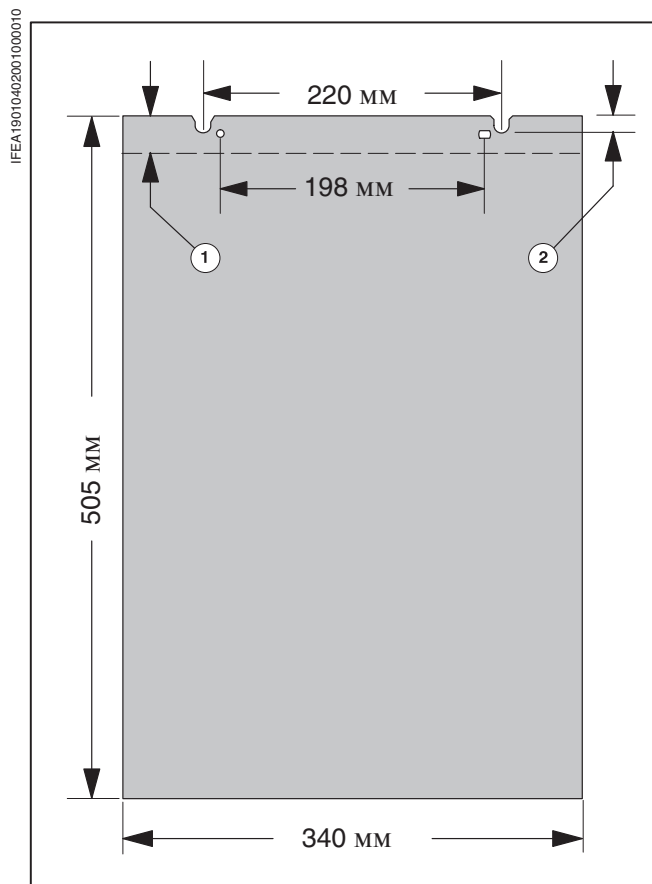

Рис. 3 План штанцевания печатной формы
На Рис. 3 показан план высечки печатной формы
- ① Расстояние между передней кромкой печатной формы и началом печати - 30 мм (Рис. 3/①).
- ② Передняя кромка формы - приводочный штифт - 11 мм (Рис. 3/②).